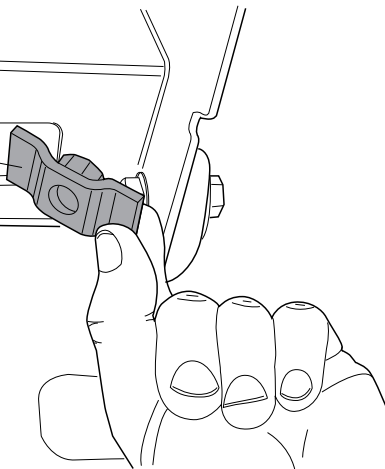

Fig.1
3. Поместить упорные пластины В, как указано на рис. 1.